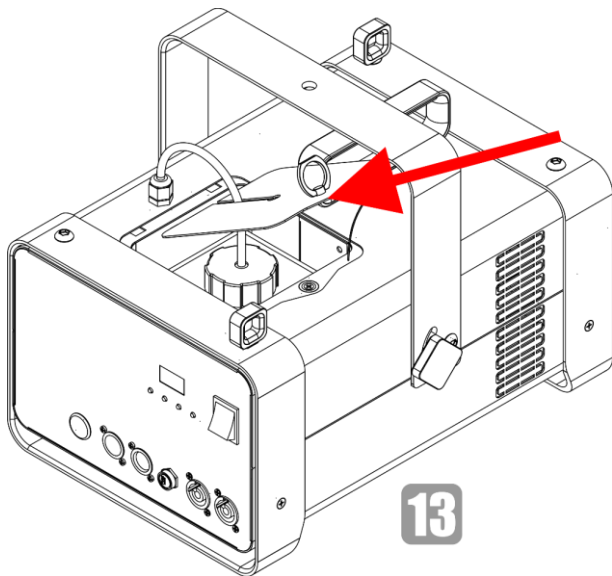

Abb. 31
- 13) Bringen Sie den Servicedeckel wieder am Gerät an (Abb. 31).